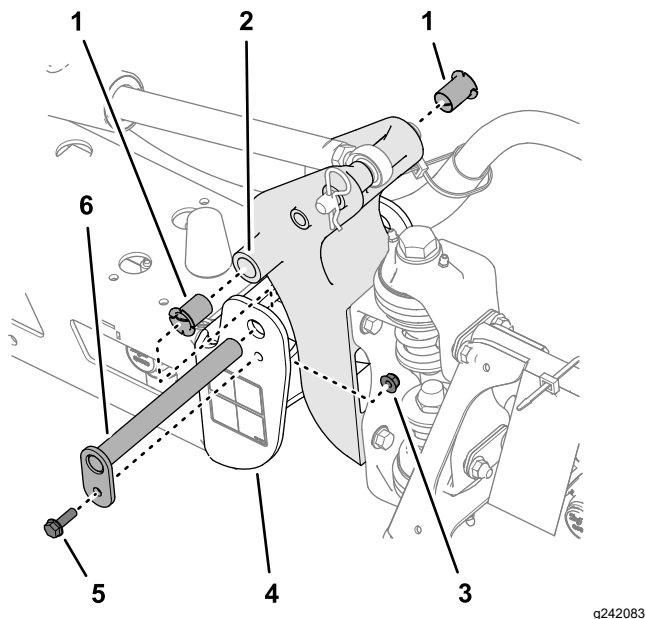

Figure 115
- Retirez le boulon et l'écrou qui fixent l'axe de pivot puis déposez l'axe (Figure 115).
5. Déposez et examinez les bagues en nylon à l'avant et à l'arrière du support de pivot (Figure 115).
- Lubrifiez les bagues en nylon avec un peu d'huile et posez-les dans le support de pivot (Figure 115).
- Alignez les trous du support de pivot et les trous du profilé d'extrémité (Figure 115).